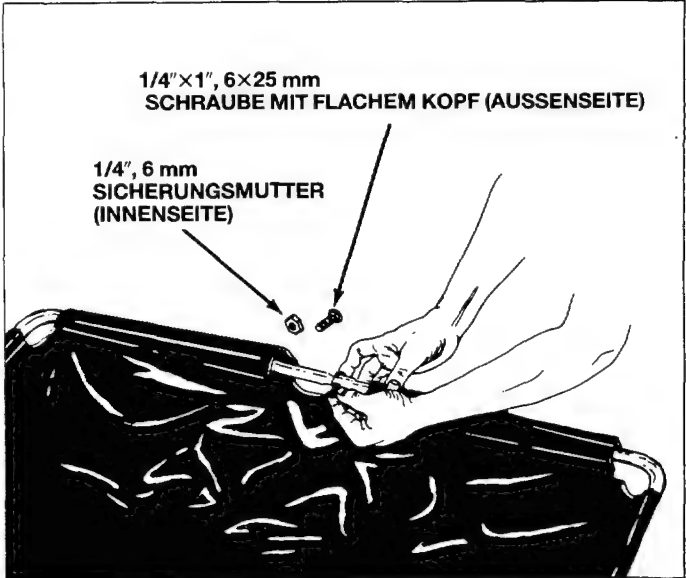

Bild 15
- Die beiden oberen Gestänge mittels Gewindebolzen 6×25 mm (1/4" 1") und Sicherungsmutter zusammenschrauben. Siehe Bild 15.